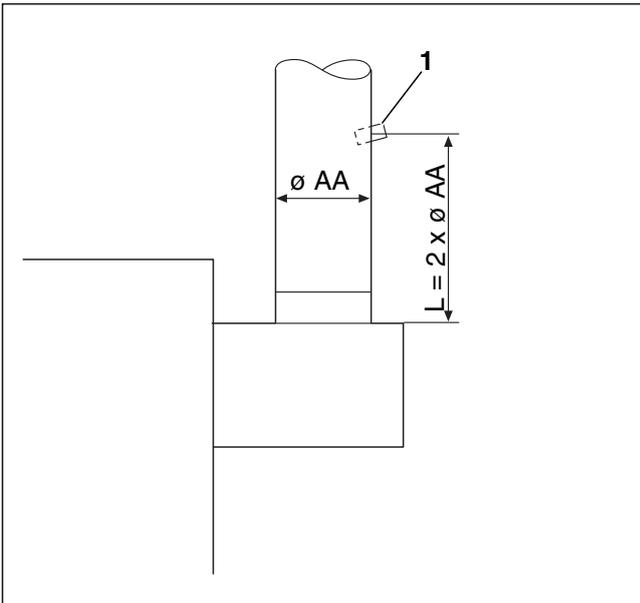

Рис. 28 Проведение замеров
Для проведения приведенных далее измерений нужно на присоединительном участке системы дымовых газов сделать отверстие для замеров (→ рис. 28, [1]). Расстояние от прерывателя тяги должно быть равно двум диаметрам дымовой трубы (AA).
- ▶ Точку замера на присоединительном участке (→ рис. 28, [1]) разместить на стороне, отвернутой от котла. Для этого просверлить отверстие диаметром 8 мм.